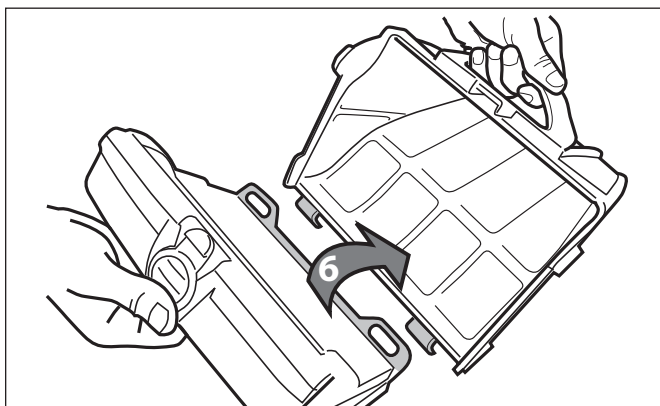

Figura 23. Retire el depósito del filtro
8. Separe el depósito del filtro del soporte del filtro (6). (Ver Figura 23.)